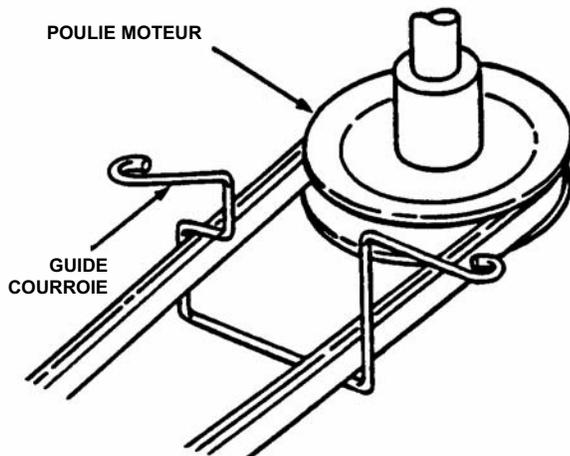

FIGURE 4.13
6. Si l'état d'usure de la lame n'est pas excessif, affûtez la face tranchante en respectant un angle d'attaque compris entre 22 et 28 degrés. N'ALLEZ PAS au-delà de la face tranchante. Voir la figure 4.13.
4. Faites passer la nouvelle courroie dans le guide courroie ainsi qu'autour de la poulie moteur. Voir la figure 4.13.